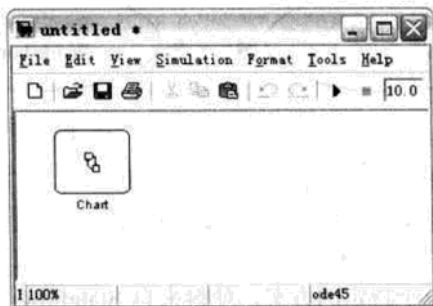

图 16.14 带有 Stateflow 模块的模型
① 在 MATLAB 命令窗口中输入 sfnew 命令，就会创建一个带有 Stateflow 模块的 Simulink 模型，Simulink 模型文件名为 untitled，Stateflow 名为 Chart，如图 16.14 所示。